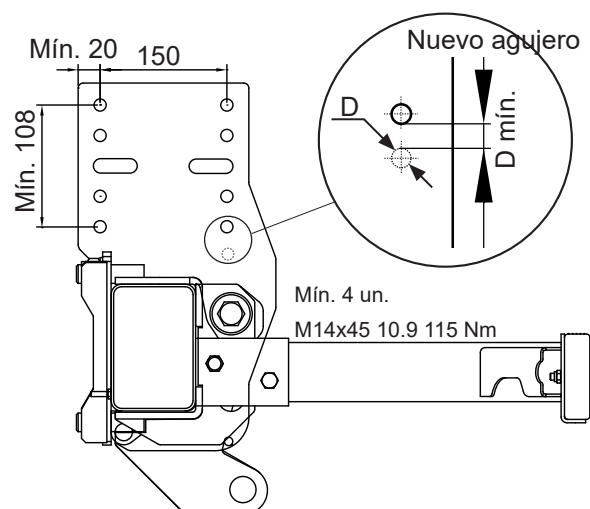

Figura 15. Montar el soporte del chasis con 4 pernos M14x45 10.9 como mínimo
9. Montar primero con un perno en los agujeros alargados de los soportes. Hacer una marca en el chasis del vehículo, en el centro de los agujeros alargados de los soportes, y después perforar agujeros de $\varnothing 14$ mm en el chasis, véase Figura 15.
13. Hacer agujeros en el chasis del vehículo para los pernos de montaje, $\varnothing 14$ mm. Perforar los agujeros exteriores de cada soporte. Usar pernos M14x45 y montar la arandela y la tuerca correspondientes en el interior del chasis del vehículo. El montaje debe hacerse por lo menos con 4 pernos en los agujeros exteriores. Esto no incluye el perno que se montó primero en el agujero alargado. Si es necesario, ahora se lo puede trasladar a uno de los agujeros exteriores, véase Figura 15. Luego apretar los pernos con una llave dinamométrica